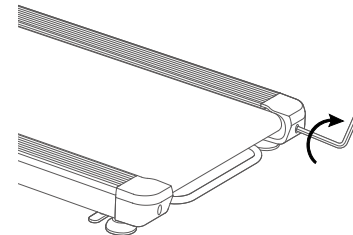

Abbildung 2
- Wenn das Laufband nach rechts verrutscht ist, drehen Sie die Schraube der rechten Tragrolle mit dem Sechskantschlüssel um 1/4 Umdrehung im Uhrzeigersinn (siehe Abbildung 2).